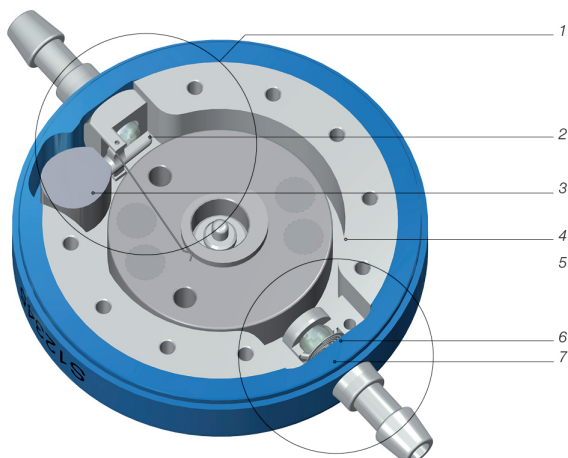

Fig. 1: Secțiune transversală a M.blue
M.blue este o valvă fabricată din titan. Aceasta se compune dintr-o unitate gravitațională reglabilă și o unitate de presiune diferențială (Fig. 1). Unitatea gravitațională reglabilă (1) din partea proximală a valvei dispune de o greutate de tantal (3) care, prin intermediul unei pârghii, ține o bilă de safir în locașul bilei (2). În funcție de poziția corpului pacientului, se modifică influența greutății tantalului asupra bilei de safir și, astfel, și presiunea de deschidere a valvei. Presiunea barei de torsiune conectate la pârghie poate fi reglată postoperator prin piele prin intermediul unui rotor (4). Astfel se poate modifica influența greutății tantalului asupra bilei de safir și, prin aceasta, se reglează presiunea de deschidere a valvei.